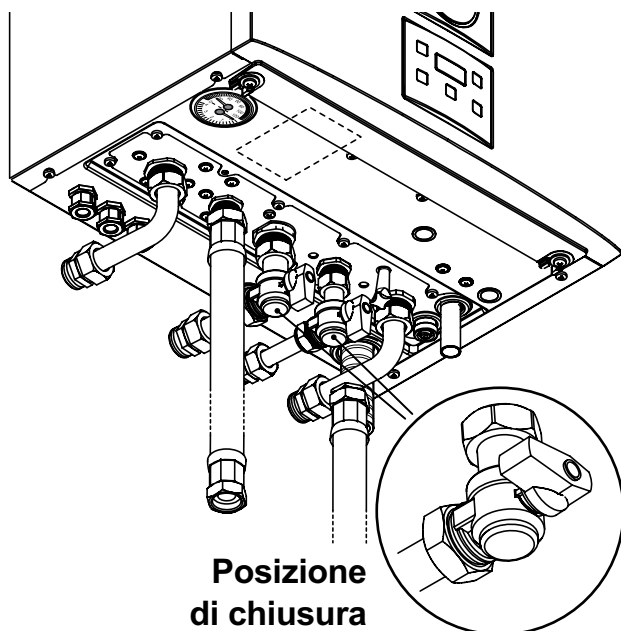

Figura 2.15
- Chiudete i rubinetti della caldaia Figura 2.15 ;